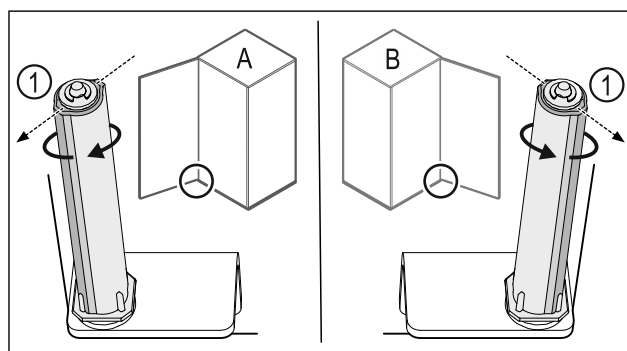

Fig. 23 Venstreanslag (A) / Højreanslag (B)
- ▶ Drej lukkesystemet mod modstanden, indtil lukkesystemets forbindelsesdel Fig. 23 (1) peger udad.